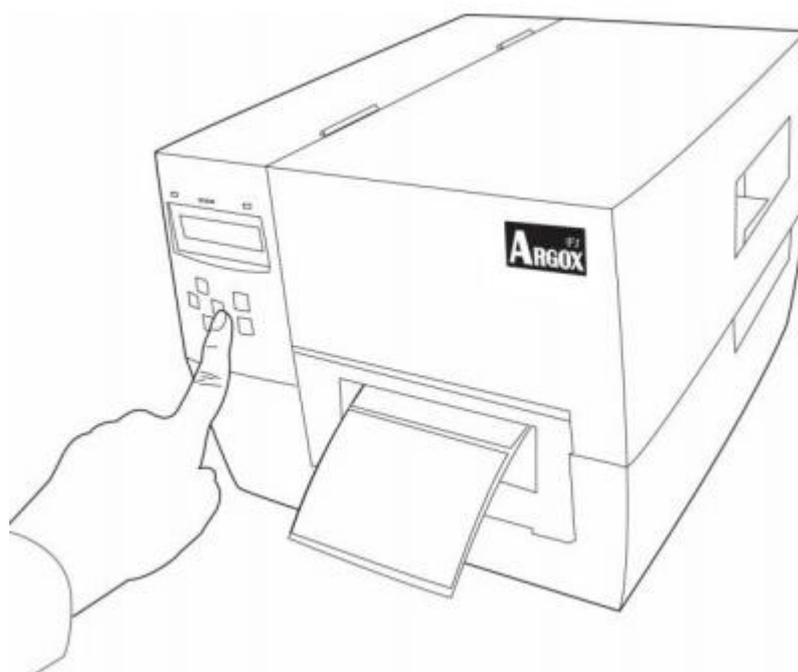

Рисунок 14
8. Закройте верхнюю крышку и нажмите кнопку FEED (протяжка), если принтер уже включен (Рисунок 14).